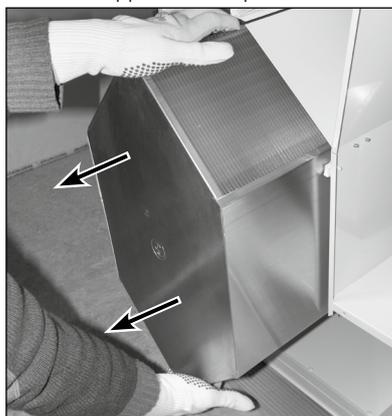

Fig. 18
4. Pour réduire le poids, retirer l'échangeur à contre-courant de l'appareil (voir Fig. 18).